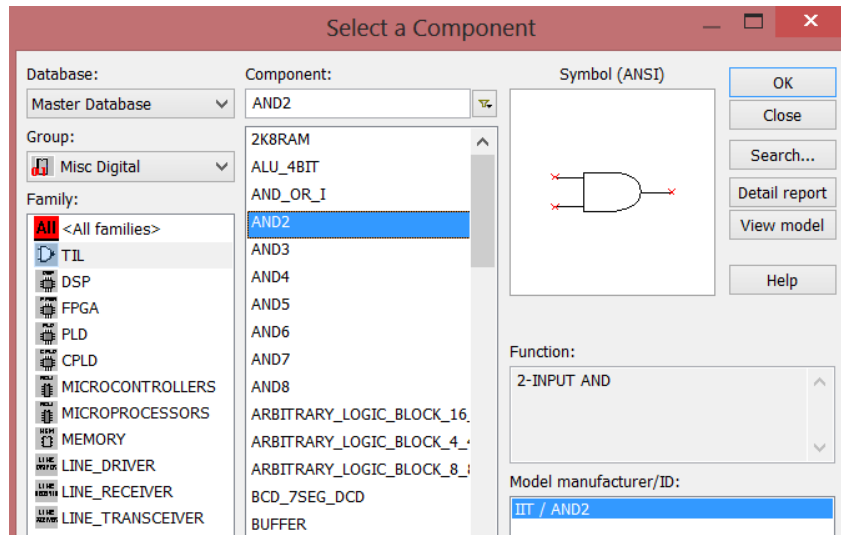

Рис. 5 – Список компонентов в закладке
3. В списке компонентов выбрать компонент 2И (AND2) и поместить его на схему, щелкнув по кнопке **ОК**. Ускорить поиск компонента можно, если ввести несколько первых символов имени компонента в строку **Component** (рис. 5)